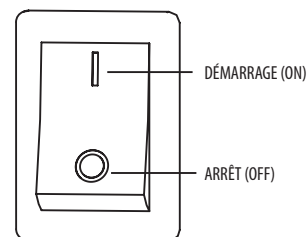

Figure 14
5. Si votre appareil est doté d'un interrupteur d'arrêt d'urgence, assurez-vous que l'interrupteur est placé à la position MARCHE (« ON ») (ligne continue) lorsque vous démarrez le moteur. Voir Figure 14.
Pour arrêter le moteur en utilisant l'interrupteur d'arrêt d'urgence, placez l'interrupteur à la position ARRÊT (« OFF ») (cercle). Voir Figure 14.